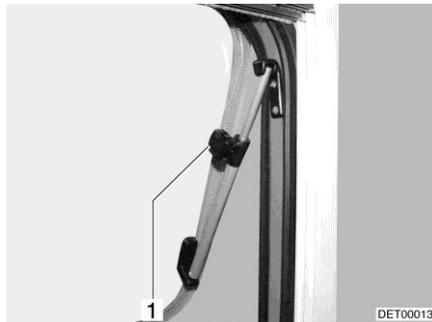

Bild 119 Dachhaube mit Dreh-Ausstellern, geöffnet
- Dachhaube bis zur gewünschten Stellung öffnen und mit Rändelknopf (Bild 119,1) feststellen.
- Rändelknopf (Bild 119,1) drehen, bis Arretierung freigegeben wird.